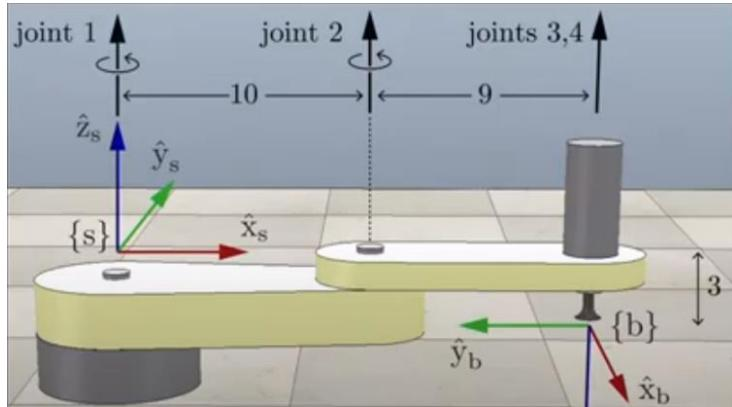

Рисунок 4. Робот 3RP.
4.2 Решить задачу прямой кинематики (установить кинематические зависимости между звеньями) для следующей конструкции манипулятора RRRP (рис. 4):